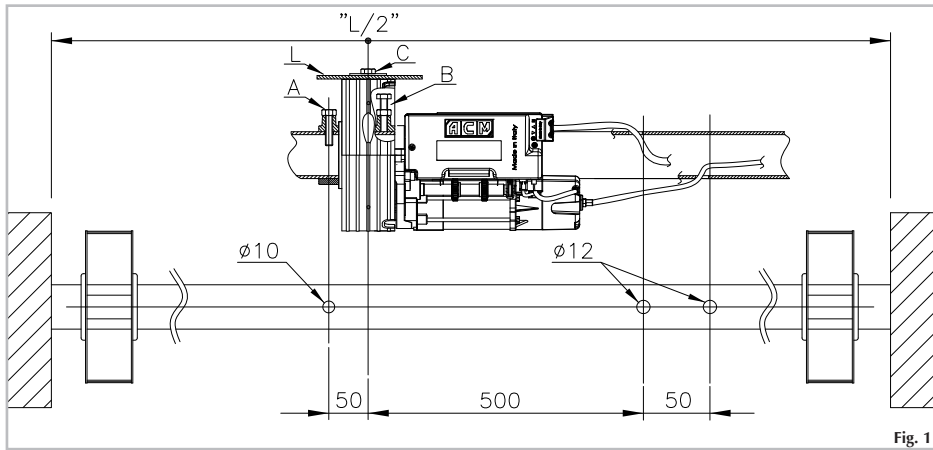
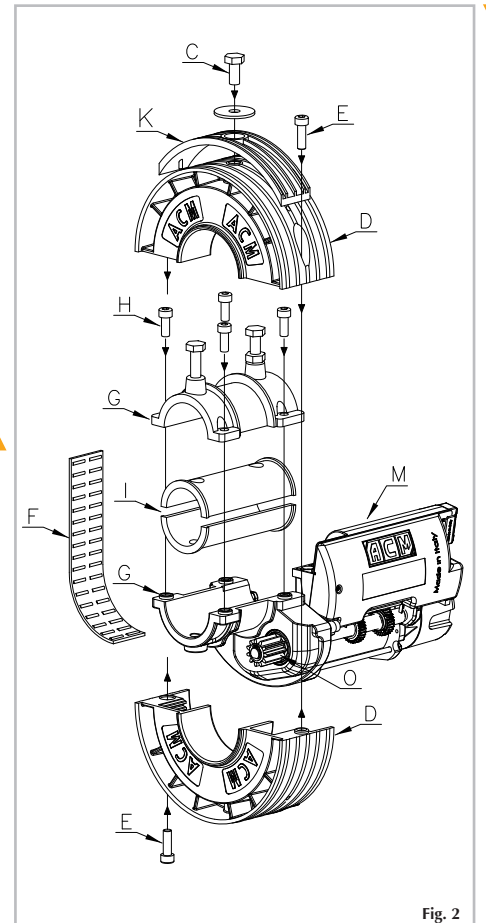
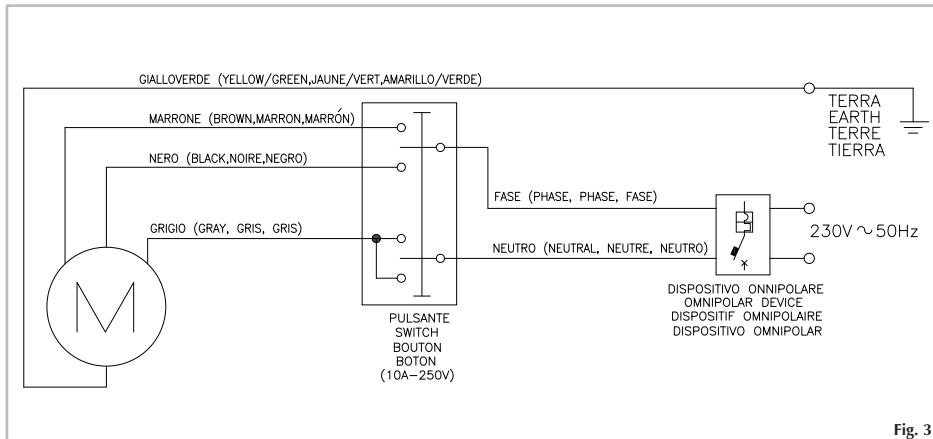

Fig. 1
Fig. 2
Fig. 3
- 2) Eseguire sull'albero della serranda le tre forature indicate nella fig. 1.
- 3) Rimuovere la vite M10 (C) dalla corona del motoriduttore (vedi fig. 2).
- 5) Togliere delicatamente la fascia a rulli (F) evitando piegamenti che causerebbero la fuoriuscita dei rullini (vedi fig. 2).
- 6) Separare i due elementi del motoriduttore (G) svitando le quattro viti M8 (H).
- 13) Effettuare un foro di 12mm nell'ultimo elemento della serranda (L) in corrispondenza del foro filettato M10 già esistente sulla corona del motoriduttore.
- 14) Portare l'ultimo elemento della serranda sul motoriduttore e fissarlo mediante la vite M10 (C) con rondella (vedi fig. 1).
- 15) Eseguire i collegamenti elettrici mostrati in fig. 3 passando il cavo di alimentazione 4x1 mm in dotazione, all'interno dell'albero della serranda evitando qualsiasi contatto con le parti in movimento (fig. 1). In presenza di motoriduttore con elettrofreno, inserire la guaina del freno all'interno dell'altro foro Ø12.
- 21) Nel caso di installazione contraria rispetto alla fig. 1 agire in modo diverso a quanto descritto poiché il microinterruttore 2 fermerà la discesa mentre il microinterruttore 1 fermerà la salita.
- 2) Effectuer sur l'arbre du rideau les trois crevaisons comme indiqué en fig. 1.
- 3) Déplacer la vis M10 (C) de la couronne du motoréducteur.
- 4) Démontez la couronne (D) en dévissant les deux vis M8 (E) comme indiqué en fig. 2.
- 5) Enlever délicatement la bande en plastique avec roulements (F), en faisant très attention à éviter les pliages qui causeraient l'écoulement des roulements.
- 6) Séparer les deux éléments du motoréducteur en dévissant les quatre vis M8 (H).
- 7) Dans le cas où l'arbre du rideau est inférieur à 60mm tirer profit des appropriés manchons de réduction Ø33 / Ø42 / Ø48 (I) en leur donnant une position en rapport au trou d'un diamètre de 10mm effectué auparavant (Fig. 1).
- 8) Accoupler sur le tube du rideau le corps inférieur avec le corps supérieur par les quatre vis M8 (H) enlevées précédemment.
- 9) Visser la vis M10 (A) privée de l'écrou hexagonal et la faire pénétrer à l'intérieur de la fibre du rideau dans le trou de 10mm (Fig. 1).
- 10) Visser la vis M10 avec l'écrou (B) de manière à bloquer le motoréducteur sur l'arbre et serrer le susdit écrou.
- 11) Appliquer dans la plate appropriée la bande en plastic avec roulements (F).
- 12) Appliquer les demi couronnes (D) avec les deux vis M8. En présence de boîtes à ressorts diamètre 220 mm il est nécessaire de monter les adaptateur (K) (voir figure 2).
- 13) Effectuer un trou de 12mm dans le dernier élément du rideau (L), en correspondance du trou passémenté M10 déjà existant dans la couronne du moteur.
- 14) Fixer le dernier élément du rideau sur le moteur avec la vise M10 (C) et la rondelle (Fig. 1).
- 15) Faire les connexions électriques comme indiqué en fig. 3 en passant le cable 4x1 mm donné en dotation à l'intérieur de arbre du rideau tout en évitant tout contact avec les parties tournantes (Fig. 1). En présence de moteur avec de l'électro-frein, introduire la gaine du frein à l'intérieur du second trou Ø12.
- 21) Dans le cas d'une installation contraire par rapport à la Fig. 1, agir de manière inverse à ce qui a été décrit vu que le microinterrupteur 2 arrêtera la descente tandis que le microinterrupteur 1 arrêtera la montée.
- 2) Efectuar sobre el árbol del cierre metálico los tres taladros como mues la fig. 1.
- 3) Extraer el tornillo M10 (C) de la corona del motorreductor.
- 4) Desmontar la corona (D) desatornillando los dos tornillos M8 (E) como mues la fig. 2.
- 5) Extraer con delicadeza la faja de plástico con rodamiento (F) evitando fuertes pliegues que causarían el derrame de los rodamientos (Fig. 2).
- 6) Separar los dos elementos del motorreductor destornillando los cuatro tornillos M8 (H).
- 7) En el caso de que la barra del cierre sea inferior a 60mm utilizar los mandos de rieducción existentes Ø33 / Ø42 / Ø48 (I) a tal efecto, posicionandolos con referencia al agujero de diametro 10mm efectuado precedentemente (Fig. 1).
- 8) Ensamblar sobre el árbol del cierre metálico el cuerpo inferior con el superior a traves de los cuatro tornillos M8 (H) que se quitaron precedentemente.